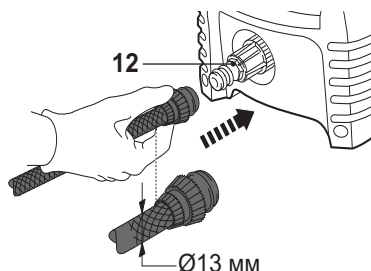

Fig. 13
- > Fixe uma mangueira de água adequada (não incluída) ao fornecimento de água e, em seguida, fixe a outra extremidade ao conector da mangueira de água (12) (Fig. 13).